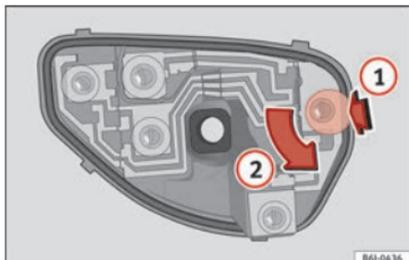

Fig. 197 Remplacement des ampoules des feux arrière.
- Une fois le support d'ampoules retiré, appuyez dans le sens de la flèche (1) et tournez simultanément dans le sens de la flèche (2) »» fig. 197.